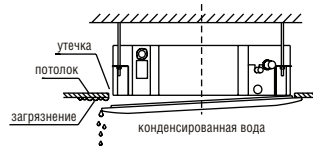

рис. 14
- Если винты затянуты неравномерно и недостаточно, возможны неполадки, изображенные на рис. 14 (попадание пыли внутрь кондиционера и вытекание конденсата).